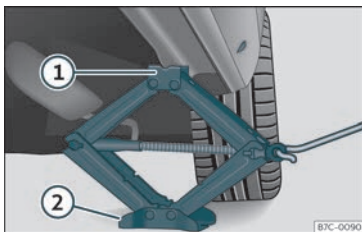

Fig. 36 Traveseiro: colocación do gato do vehículo.
• Xire a manivela do gato*, situado debaixo do punto de apoio do traveseiro, para elevalo ata que a pestana ① »» fig. 36 estea situada baixo o aloxamento previsto.
• Aliñe o gato* para que a pestana ① “agarre” no aloxamento previsto do traveseiro e a placa base móbil ② descanse no chan. A placa base ② debe caer verticalmente con respecto ao punto de soporte ①.